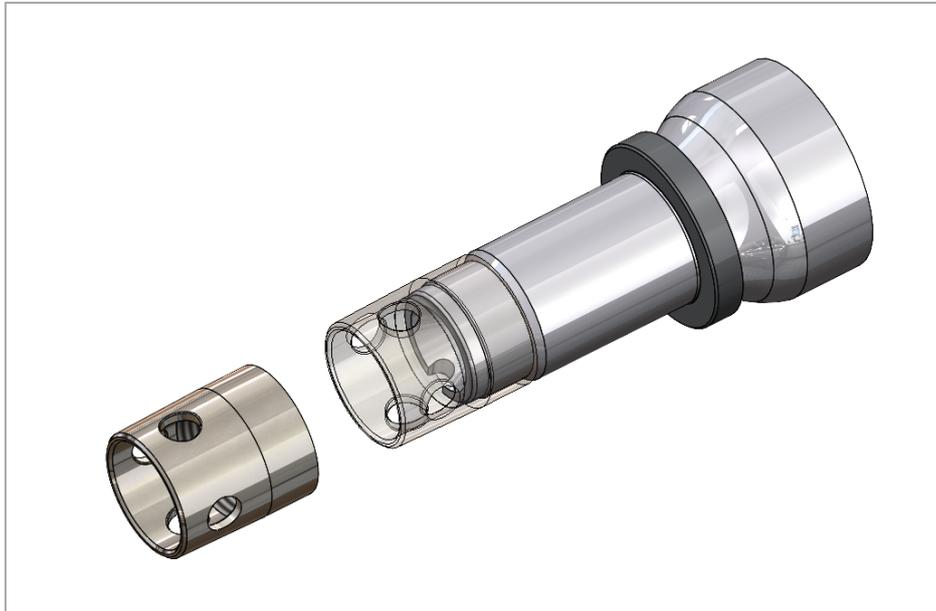

Рис. 33. Установка муфты защиты на резьбу цапфы
1) Установите муфту защиты на резьбу цапфы (рис. 33)